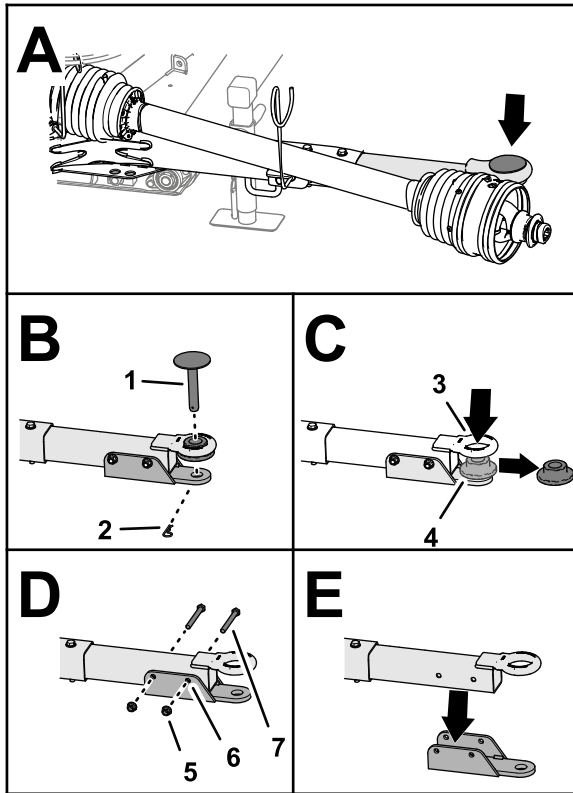

Bild 7
- Entfernen Sie den Splint, mit welcher der Anbauvorrichtungsstift an der Deichsel befestigt ist, und entfernen Sie den Anbauvorrichtungsstift (Bild 7).
- Entfernen Sie die Bundbuchse von der Zapfenaugel (Bild 7).
- Entfernen Sie die beiden Sicherungsbundmutter und die beiden Kopfschrauben, mit der die Lastösenhalterung an der Deichsel befestigt ist, und entfernen Sie die Lastösenhalterung (Bild 7).